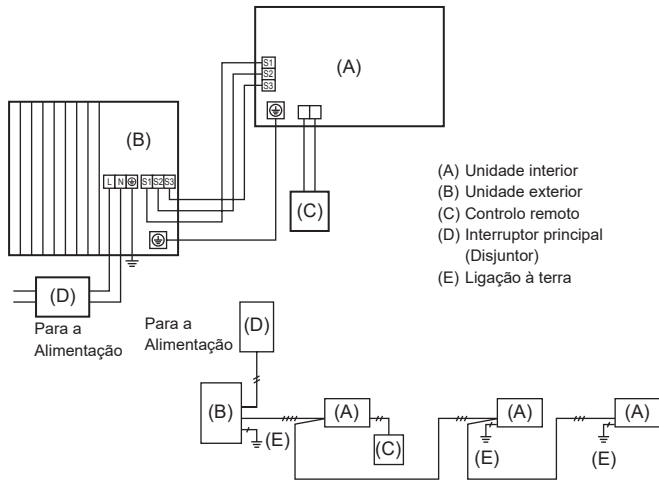
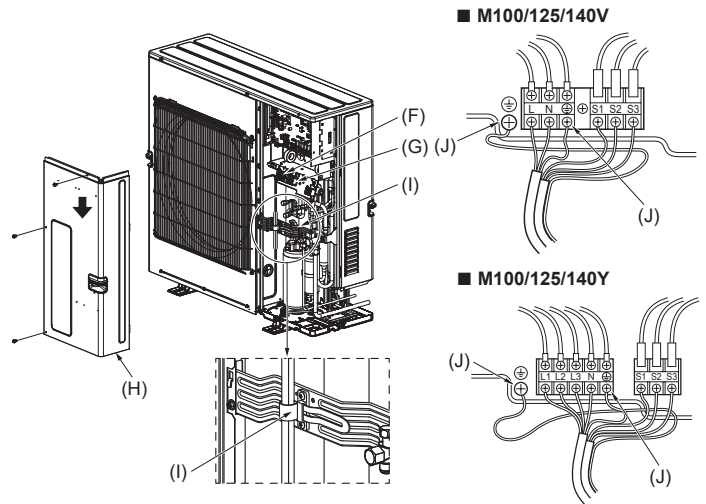

Fig. 6-1
Fig. 6-2
6.1. Unidade exterior (Fig. 6-1, Fig. 6-2)
- (1) Remova o painel de manutenção.
- (2) Ligue os cabos consultando a Fig. 6-1 e a Fig. 6-2.